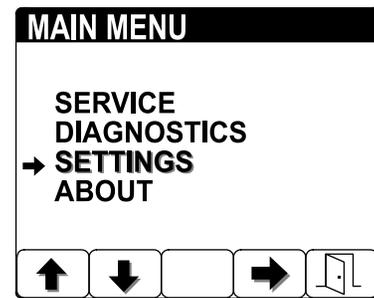

Рисунок 10
4. После завершения ввода ПИН-кода нажмите кнопку 5 (Рисунок 10).